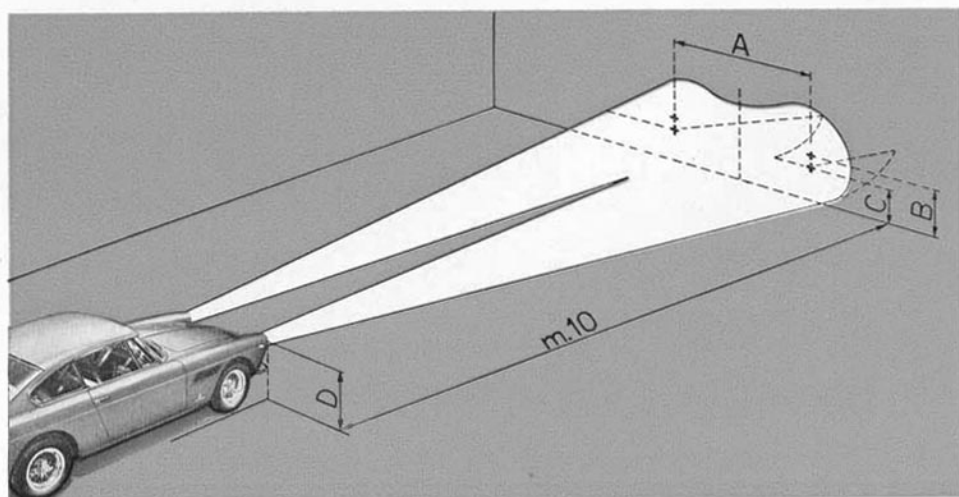

Fig. 69 - Orientation des lumières des projecteurs avant.
- Mettre la voiture déchargée, en plan, à 10 mètres de distance d'un écran blanc ou d'un mur clair, en s'assurant que l'axe de la voiture soit perpendiculaire à l'écran (Fig. 69).